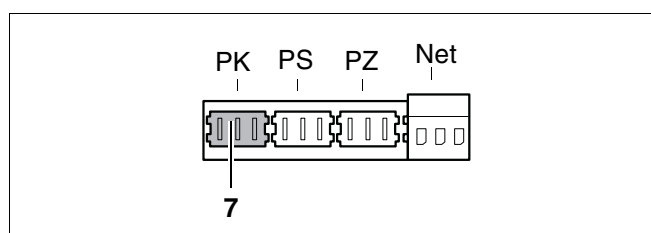
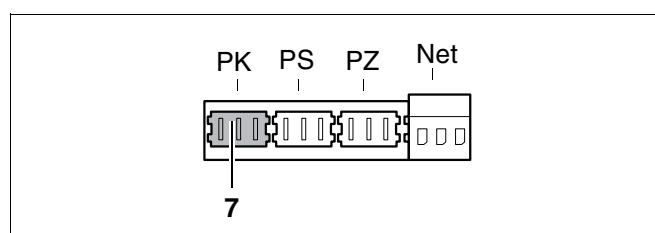

Fig. 36 Klemrække – ekstern varmepumpe 230 V (tilslutningsfarve grøn)
Fig. 39 Klemrække – ekstern varmepumpe 230 V (tilslutningsfarve grøn)
Den maksimale elektriske effekt, som må sluttes til pumpens løse 230 VAC-tilslutningskabel (fig. 36, **pos. 7**) og til det grønne stik PK (fig. 39), er i alt 250 watt. Hvis der skal sluttes et effektforbrug til på mere end 250 watt, er det muligt via et ekstra 230/230 V-relæ, som skal installeres af en installatør/elektriker.
- Slut den eventuelle eksterne pumpe til (ikke tilslutningsgruppens pumpe) på det grønne stik PK (fig. 39, **pos. 7**).